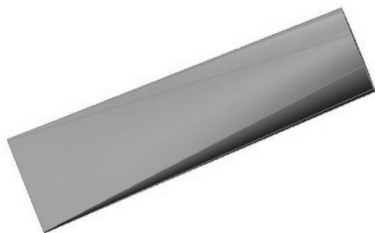

图 4-136 零件效果
(5) 单击操控面板中的 预览效果，如图 4-136 所示。单击 完成特征创建。